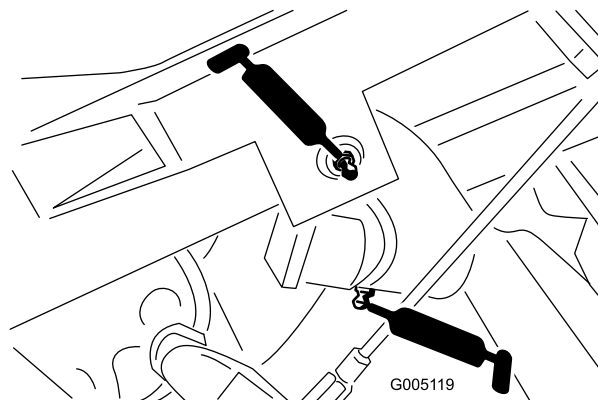

Figura 40
- Pivote del brazo de elevación (3) y bisagra del pivote (3) (Figura 40)